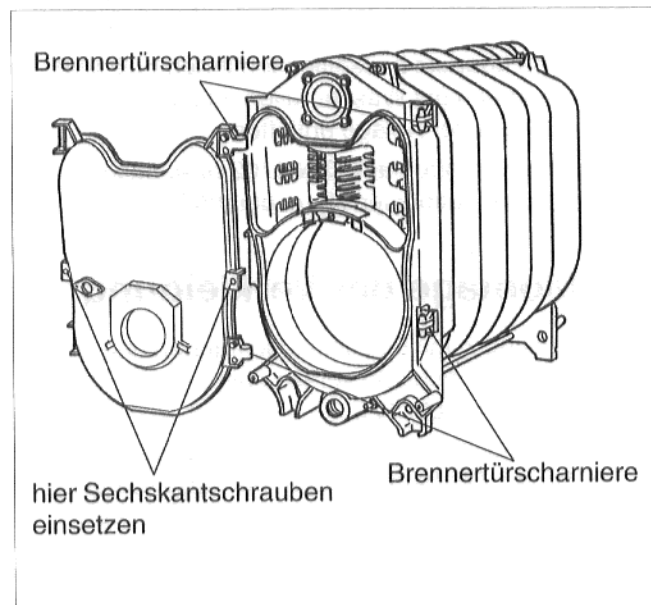

Abb. 14
- Brenntürscharniere entsprechend Abb. 14 am Vorderglied und der Brenntür anschrauben.
- Brenntür in die Brenntürscharniere einhängen und mit zwei Sechskantschrauben verschließen (Abb. 14).